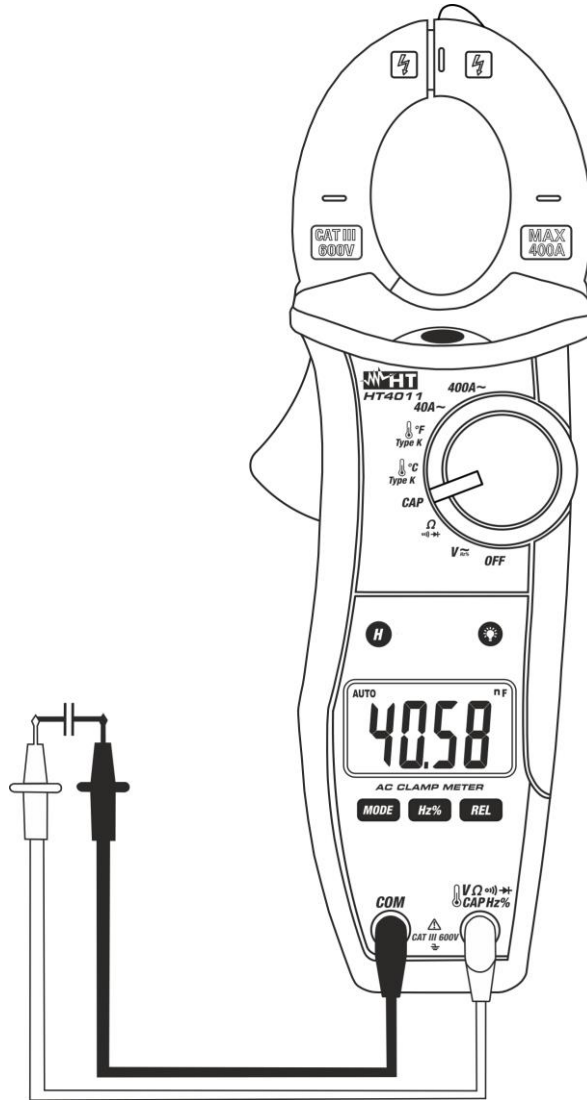

Fig. 8 : Utilisation de la pince pour mesure de capacité
3. Positionner les embouts sur les points désirés du circuit sous test (Fig. 8). La valeur de capacité sera affichée à l'écran. Dans la mesure de capacité, la barre graphique analogique est désactivée.